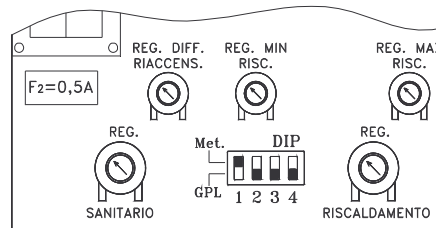

Fig.37
N.B.:La regolazione della **potenza massima e minima in riscaldamento** può essere modificata secondo il fabbisogno richiesto con riferimento alla tabella A - B (pag.3). Per regolare la potenza massima o minima in programma riscaldamento agire sui trimmer posti sulla scheda elettronica Fig. 37.